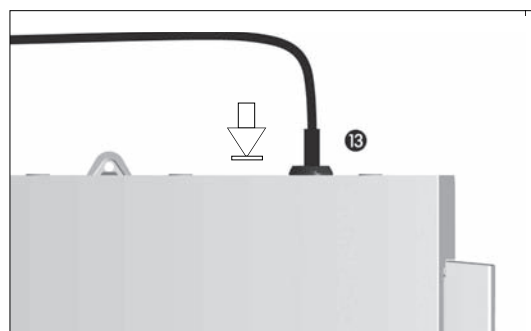

fig. 2
D. Conecte el cable del pedal a la salida prevista de la parte posterior, orientando la toma y la clavija con la ranura de posicionado de la toma **fig. 2**